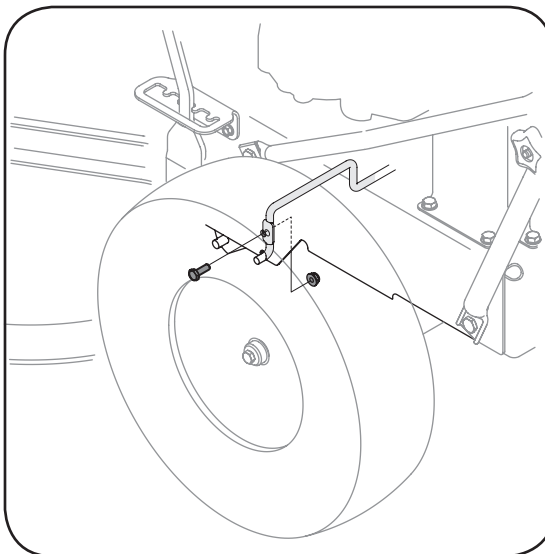

Figura 5-15: Afloje el perno y la tuerca que sujetan la varilla del guardacorrea al bastidor.
4. Afloje el perno y la tuerca que sujetan la varilla del guardacorrea al bastidor, Figura 5-15.